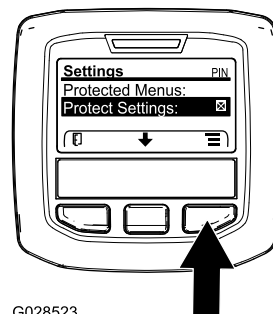

図 29
1. 保護メニューにアクセスし、サブメニューのロックを解除する 図 29 アクセス制限付きメニューへのアクセス \(ページ 16\)を参照。